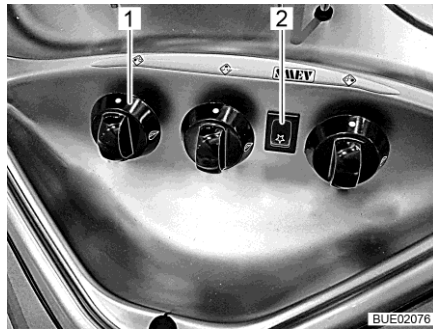

Fig. 228 Elementos de mando para la cocina de gas
- Girar el regulador giratorio (Fig. 228,1) correspondiente al quemador deseado a la posición de encendido (llama alta).
- Presionar el botón de encendido (Fig. 228,2). En el quemador se producen chispas de encendido.